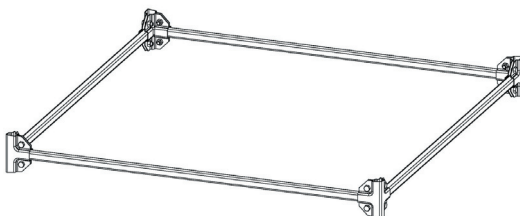

Рисунок 4 – Предварительная фиксация конструкции нижнего уровня
3. Предварительно зафиксировать собранные позиции из «Стойек горизонтальных» с помощью позиции «Скоба крепежная А5 х 4» в количестве 4 шт., фиксируемой с помощью позиции «Болт DIN933 М8х20 оцинк.» в количестве 16 шт. и позиции «Гайка DIN934 М8 оцинк.» в количестве 16 шт. (см. Рисунок 4);